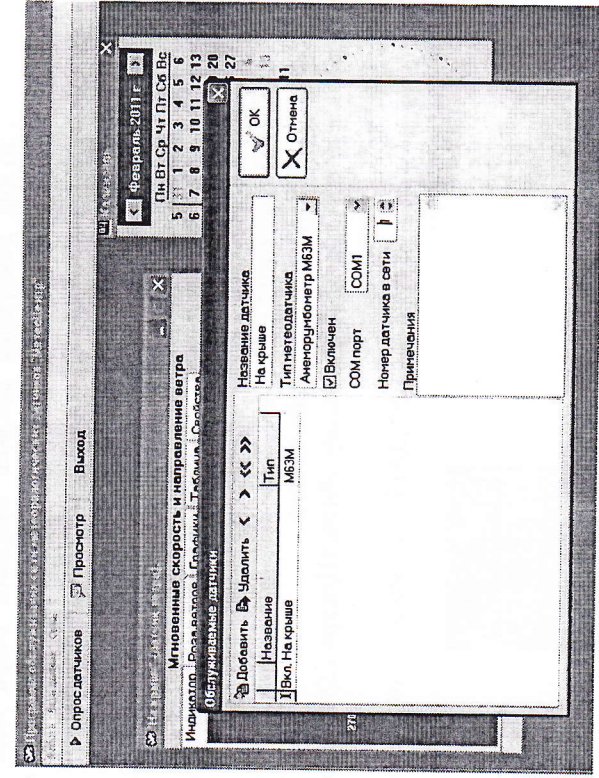

Рисунок 3 – Окно ОБСЛУЖИВАЕМЫЕ ДАТЧИКИ программы «МетеоЦентр».
- а) в открывшемся окне ОБСЛУЖИВАЕМЫЕ ДАТЧИКИ (рисунок 3) выбрать в качестве обслуживаемого прибора МБ3М;